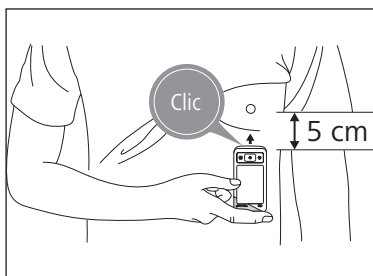

Fig. 2
- Coloque el electrodo inferior del aparato sobre la piel desnuda, unos 5 cm aprox. por debajo del pezón izquierdo. Presione el aparato con cuidado contra la piel, hasta que oiga un clic (Fig. 2).